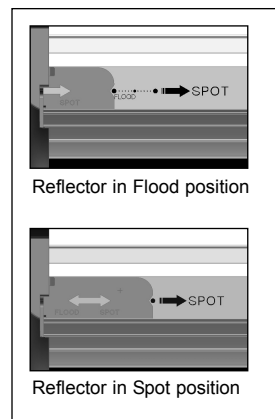

Bild 9 / picture 9
- Fokussieren Sie nun mit dem Fokusknopf (20) den Reflektor in Spot-Position (Bild 9).
- Betätigen Sie den Verschlusshebel (15) des Schutzglases und schwenken Sie diese vorsichtig bis zum Anschlag.
- Die Seitenklappe (5) öffnet sich durch Drücken des Öffners (19) am Rückteil und gibt den Lampenklemmhebel (21) frei.